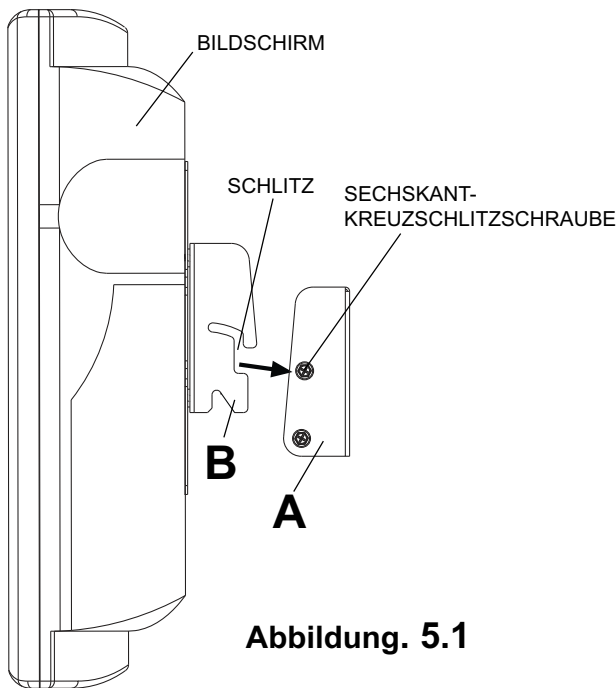
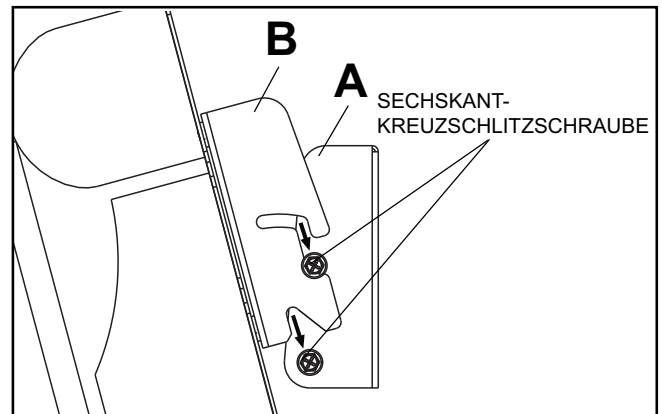
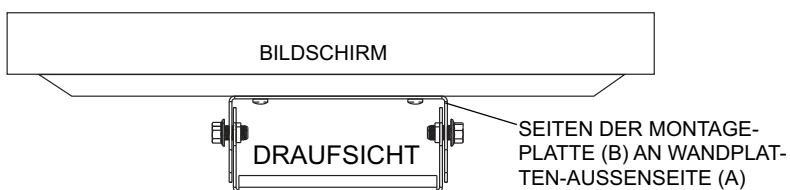

Abbildung 5.1
Abbildung 5.3
Abbildung 5.2
Setzen Sie die oberen Schlitzlöcher der Montageplatte (B) wie in Abbildung 5.1 dargestellt auf die Sechskant-Kreuzschlitzschrauben der Wandplatte (A). **HINWEIS:** Die Seiten der Montageplatte (B) müssen sich wie in Abbildung 5.2 dargestellt auf beiden Seiten außerhalb der Wandplatte (A) befinden. Setzen Sie die Schlitzlöcher der Montageplatte wie in Abbildung 5.3 dargestellt auf die Sechskant-Kreuzschlitzschrauben.